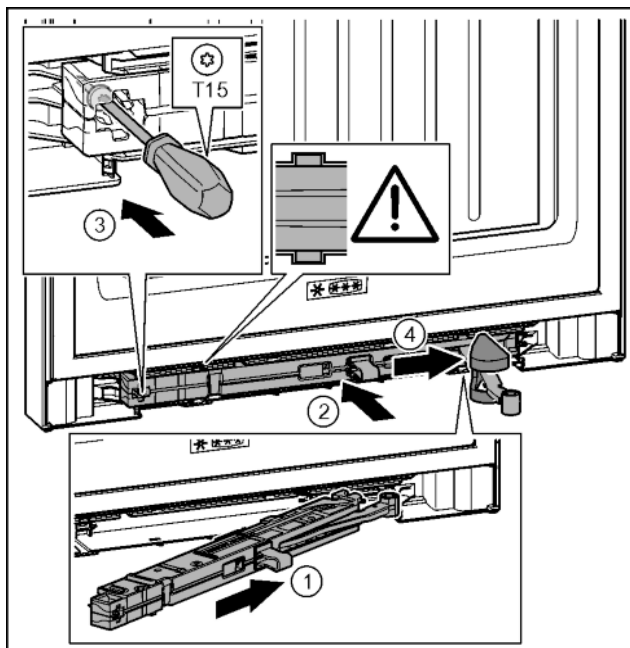

Fig. 37
- ▶ Amortyzator zamykania drzwi po stronie płytki zawiasu wsunąć ukośnie w zagłębienie aż do oporu. Fig. 37 (1)
- ▶ Amortyzator zamykania drzwi wsunąć całkowicie w zagłębienie. Fig. 37 (2)
- ▶ Śrubę przykręcić przy pomocy śrubokręta T15. Fig. 37 (3)
- ▶ Osłonę wsunąć na przegub. Fig. 37 (4)